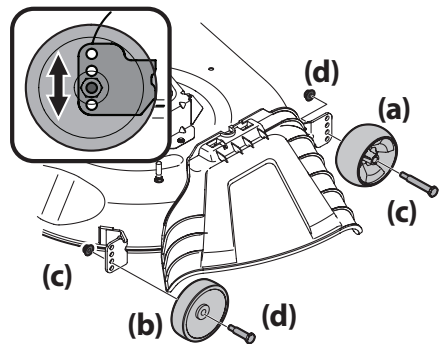

Figura 10
- Retire las ruedas delanteras (a) y traseras (b) de la plataforma retirando las tuercas de seguridad con brida (c) y los tornillos con reborde (d) que las sujetan a la plataforma. Consulte la Figura 10.